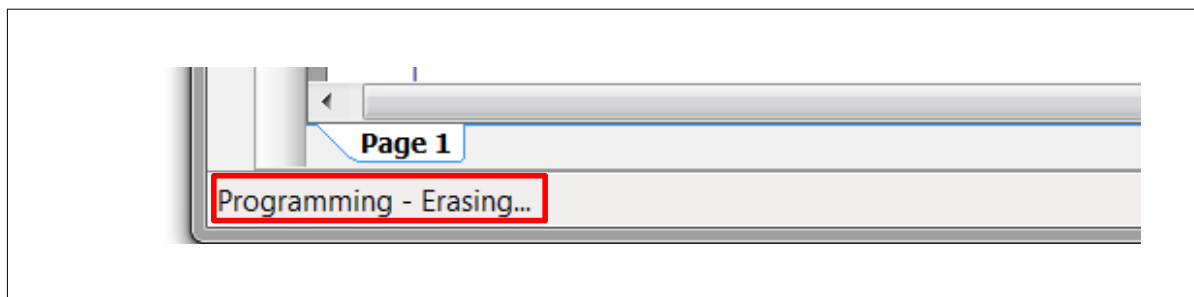

図 51 プログラミングの状態
4. 図 51 に示すように、プログラミングの状態はステータスバー (ウィンドウの左下隅) に表示されます。